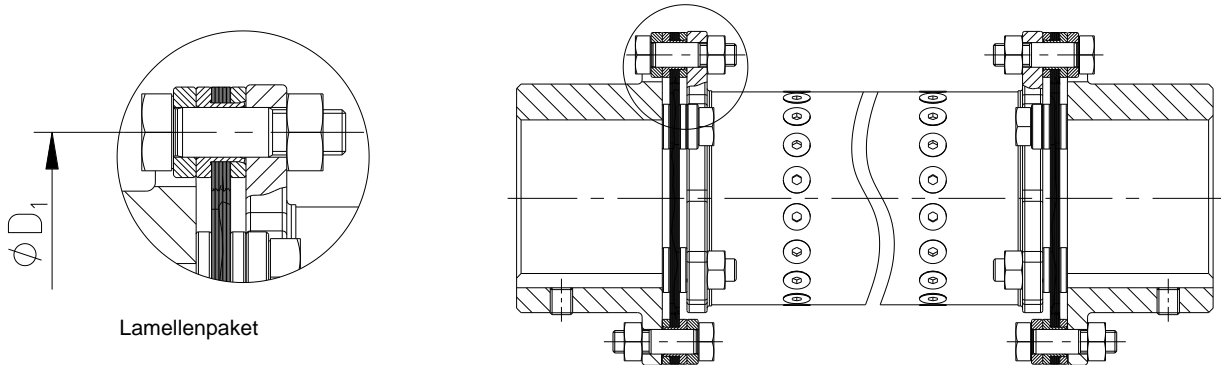

Bild 7: Montage der Lamellenpakete RADEX®-N Gr. 70
- Setzen Sie die Lamellenpakete und das Zwischenstück ein (siehe Bild 7 bzw. 8).
- Verschrauben Sie die Teile zunächst nur handfest, wobei die Passschrauben wechselseitig zu montieren sind (siehe Bild 7 bzw. 8).